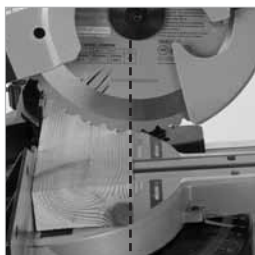

Fig. 27
- Agarre la empuñadura y tire del cabezal de corte hacia delante hasta que el eje del disco (centro de la hoja de sierra) quede situado sobre el borde delantero de la pieza. **(Fig. 27)**